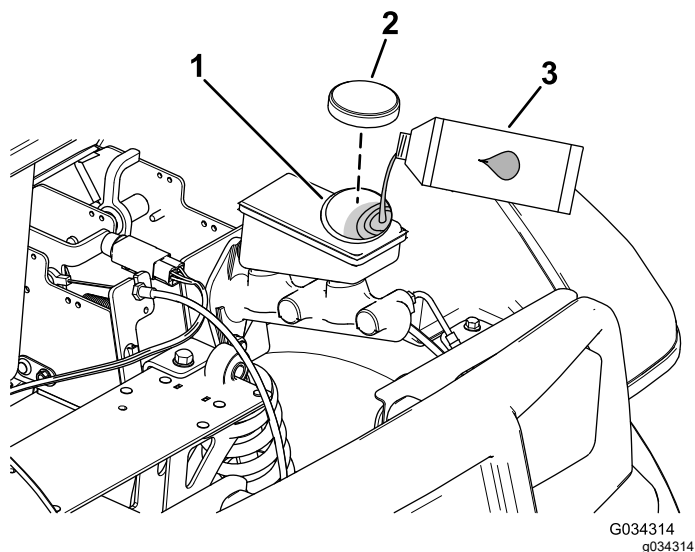

图 62
4. 抬起机罩可接触到主刹车油缸和油箱 图 62。
- A. 清洁油箱盖附近的区域并取下油箱盖图 62。
- C. 安装油箱盖图 62。